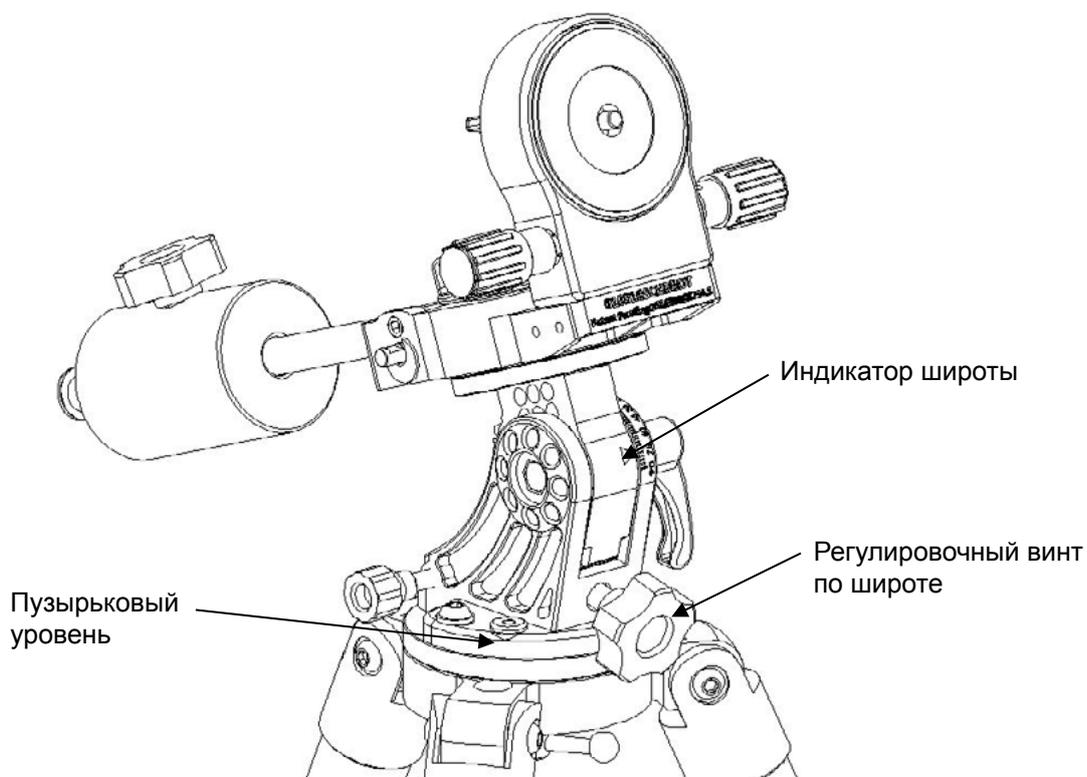

Рис. 4.1
12. Индикатор широты (не показан; см. рис. 4.1)
13. Регулировочный винт по широте (см. также рис. 4.1)